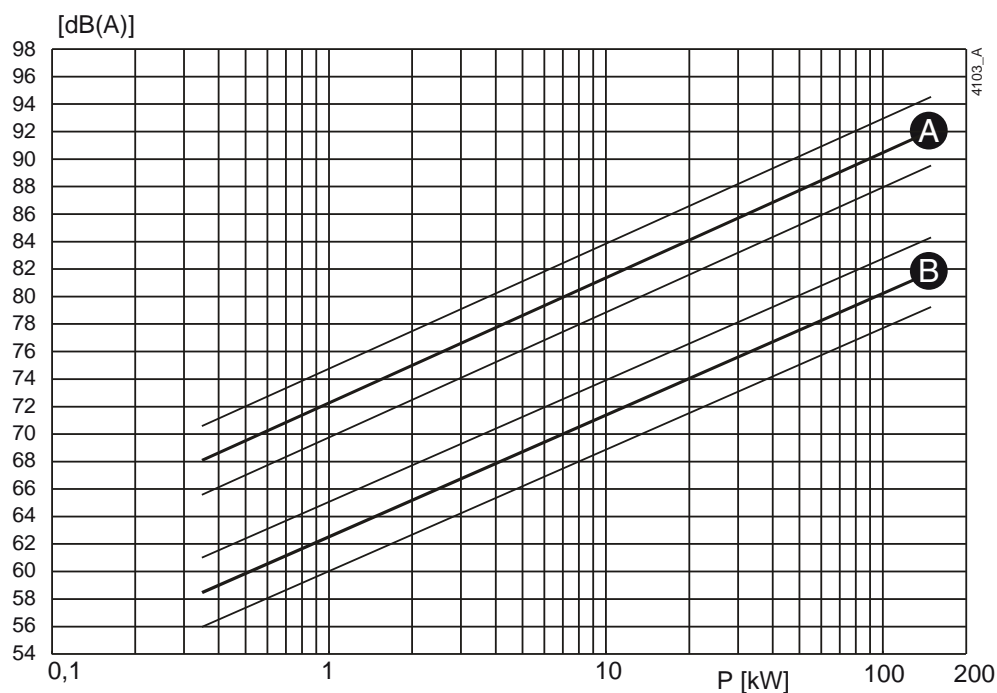
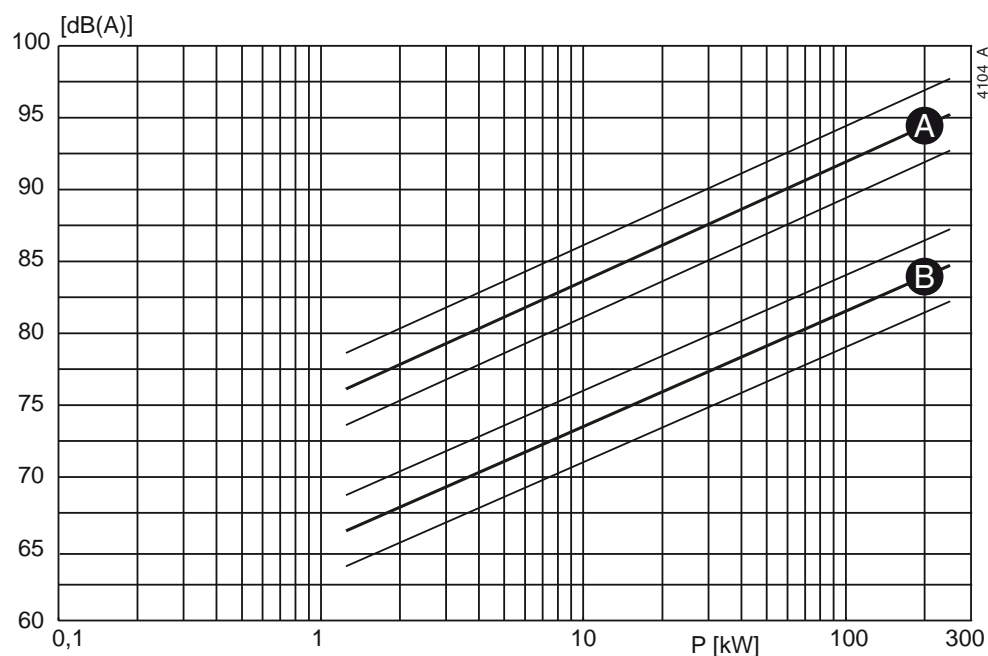

Bild 4: Ljudnivå som funktion av pumpeffekt [kW] vid  $1450 \text{ min}^{-1}$
Bild 5: Ljudnivå som funktion av pumpeffekt [kW] vid  $2900 \text{ min}^{-1}$
- 1 Bestäm ljudnivå (L1) för pumpen Bild 4 eller Bild 5.